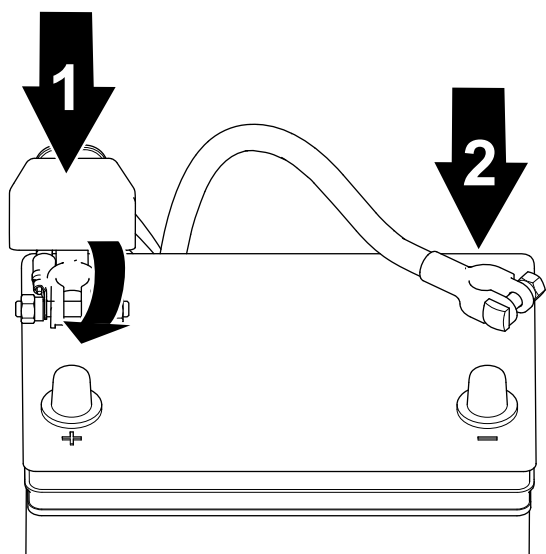

Figure 90
1. Branchez le câble positif de la batterie et serrez l'écrou du collier de la batterie (Figure 90).
2. Branchez le câble négatif de la batterie et serrez l'écrou du collier de la batterie (Figure 90).